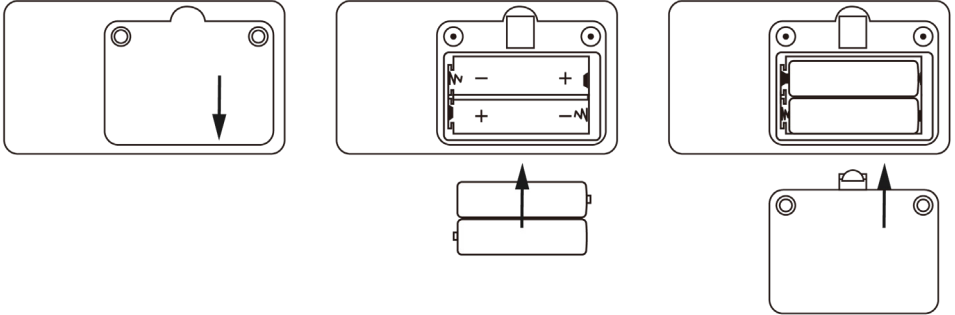

Figura 3. Instalación de la batería
- A. Consulte la figura 3. Utilice un destornillador para desenroscar los dos tornillos del compartimento de las pilas, situado en la parte posterior del producto, abra la tapa posterior de este.